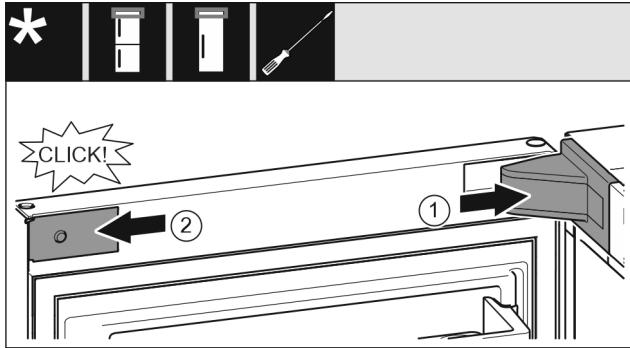

Fig. 25
- 放上并插入托架盖 Fig. 25 (1)，如有必要小心地按压分开。
- 将隔板 Fig. 25 (2) 放置到侧面并插入。